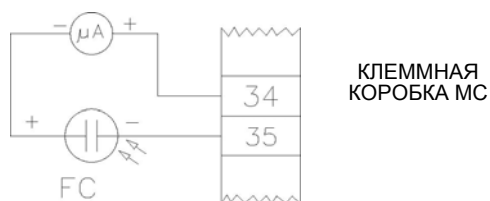

Рис. 36 - Детектирование с фотозлементом QRA..
- Проверить и аккуратно почистить фотозлемент UV улавливания пламени и, если необходимо, заменить его. В случае возникновения сомнения, проверить контрольный контур, после того, как горелка будет вновь запущена, согласно схеме на Рис. 36;
Чтобы проверить ток у контрольного электрода, следуйте схемам на Рис. 36. Если электрический импульс ниже указанного значения, проверьте положение контрольного электрода или фотозлемента, электрические соединения и, при необходимости, замените электрод или фотозлемент.